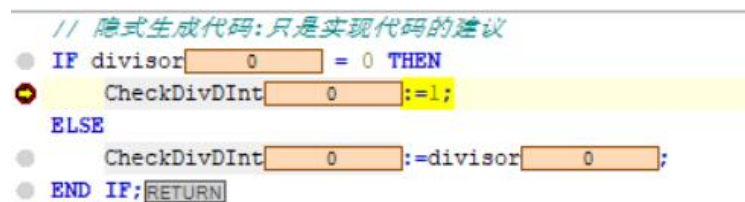

图 16.22 检测到除数为 0 的情况，进入断点
- 运行程序，直到检测到除数为 0 的情况，进入断点，如图 16.22 所示；